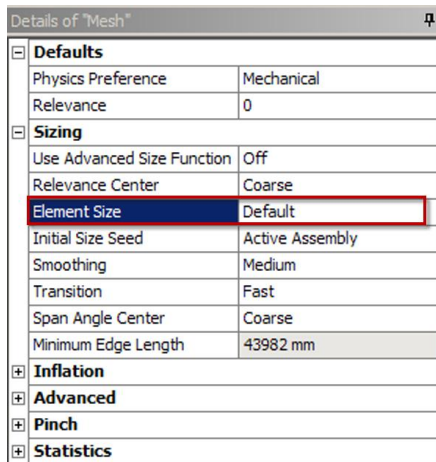

Рис. 5.15
2.1. Размер элементов (*Element Size*) задает среднюю длину ребра элемента. Используется фильтр выбора сторон элементов и выбирается репрезентативное ребро элемента (например, по жесткости). Для изменения размера элемента по умолчанию нужно в строку *Element Size* ввести желаемое значение размера элемента (рис. 5.15).